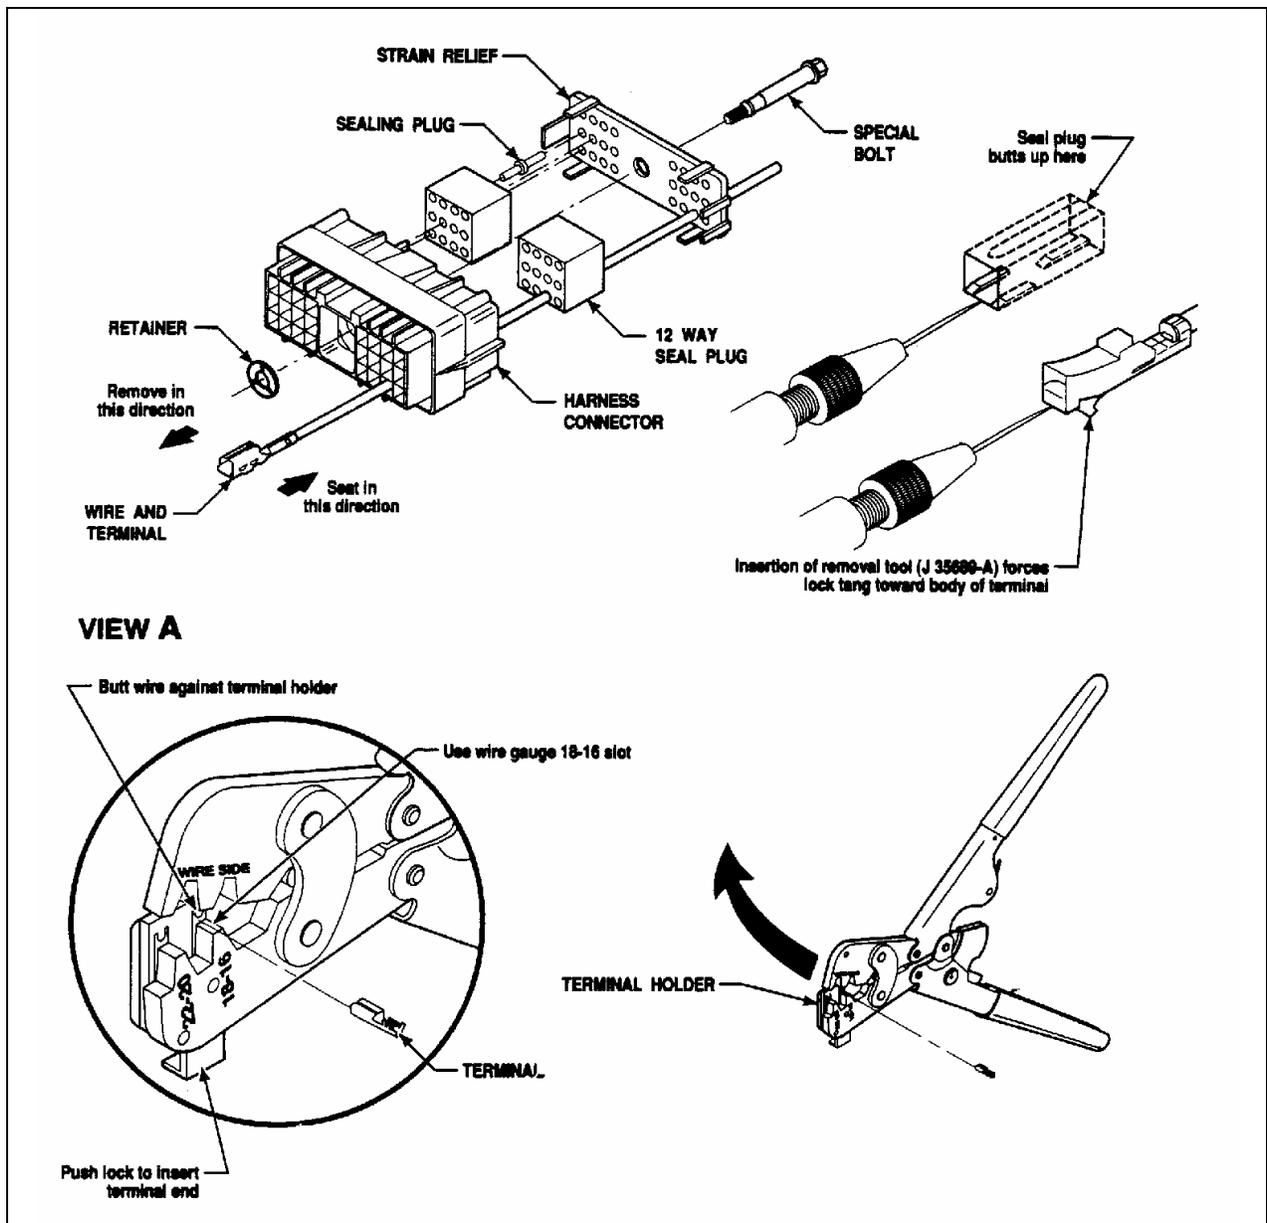

FIGURE 4 : Préparation du connecteur Packard
- c) Après avoir inséré les fils dans le bon orifice, dénuder l'extrémité des fils d'environ 3/16" (4mm) et sertir une cosse #562532 sur chacun d'eux (figure 4). S'il s'avère nécessaire de couper l'extrémité des fils, s'assurer que le numéro du circuit soit toujours visible sur le fil.
- d) Une fois le sertissage complété, tirer les fils par l'arrière du connecteur jusqu'à ce qu'ils s'insèrent dans le connecteur. Un déclic devrait être entendu lorsque la cosse est correctement positionnée (figure 4). Mettre un bouchon dans les orifices non utilisés.